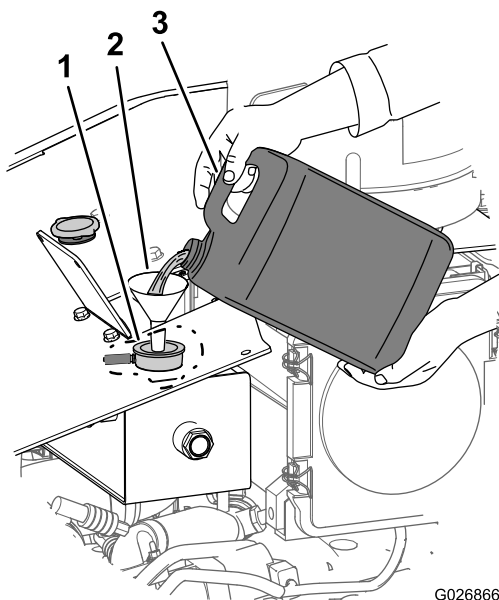

Figura 110
2. Rifornite l'impianto di raffreddamento con la miscela di refrigerante specificata (Figura 110) fino a portarne il livello a metà della spia di livello (Figura 103).